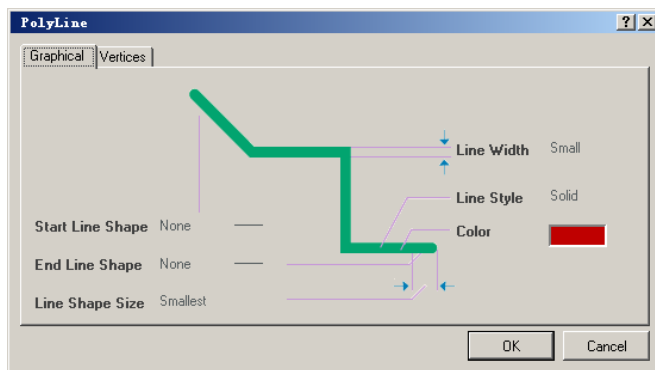

图 2.110 “PolyLine”对话框
(2) 单击“Tab”键，打开如图 2.110 所示的“PolyLine”对话框。